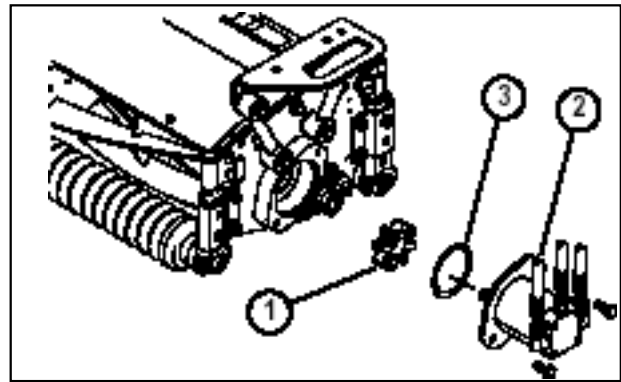

図23
2. 右側カuttingユニットの内側の端からウェイトとガスケット（図20）を取り、ユニット外側のベアリング・ハウジングのプラグを抜いてそこに取り付けます。ベアリング・ハウジングに入っているスパイダ・カップリング（図23）を取り出す。